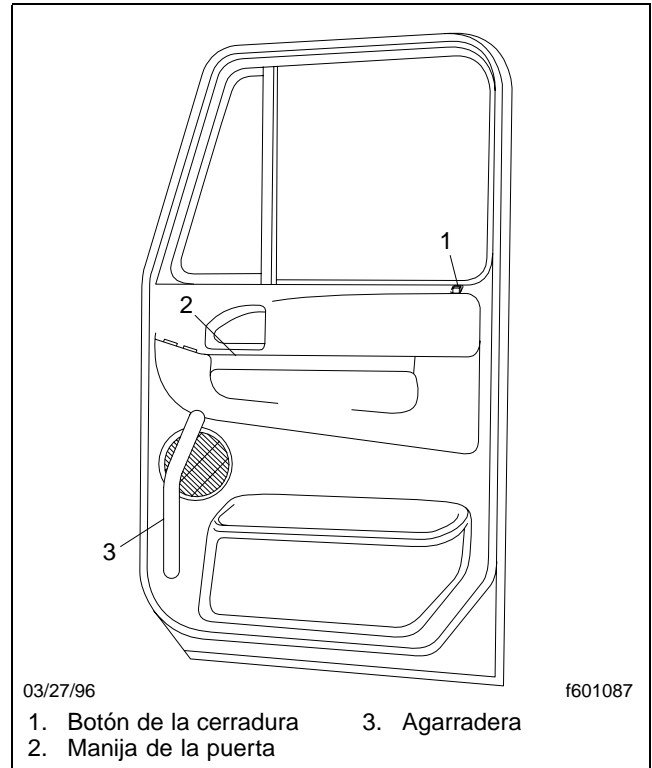

Figura 3.5, Interior de la puerta del pasajero
3. Sujete la agarradera en la puerta **Figura 3.5** con la mano derecha.
4. Mueva la mano derecha a la agarradera en la puerta (**Figura 3.5**).